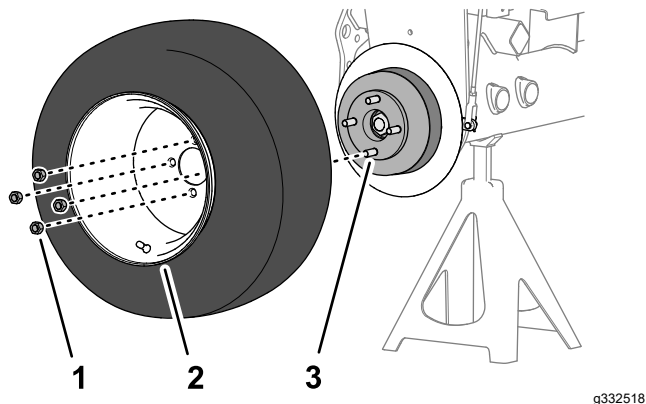

Рисунок 76
1. Отверните 4 зажимные гайки, которые крепят переднее колесо к ступице, и снимите колесо (Рисунок 76).